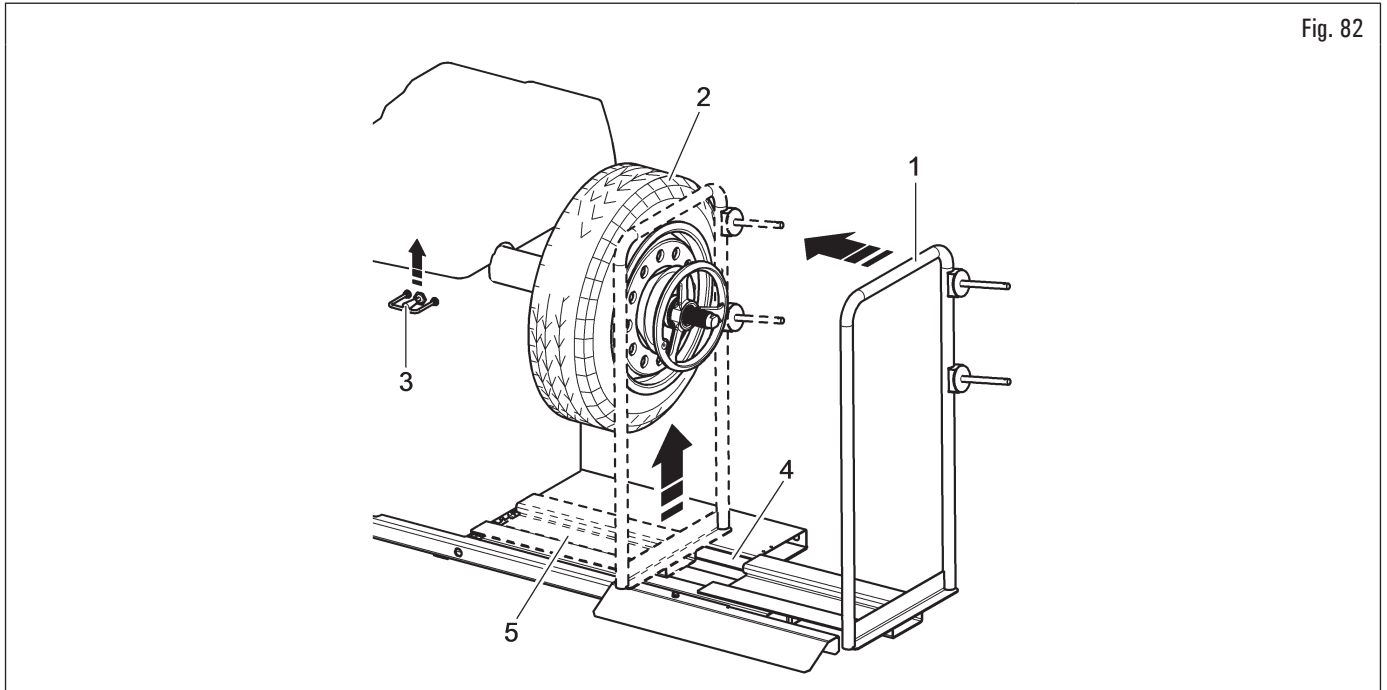

Fig. 82
1. Déplacer vers gauche le support roue (Fig. 82 réf. 1) et porter le plateau d'appui roue (Fig. 82 réf. 5) sous le pneu (Fig. 82 réf. 2) ;
2. soulever le commande de l'élévateur (Fig. 82 réf. 3) et ensuite faire monter la plate-forme (Fig. 82 réf. 4) jusqu'à ce que l'appui roue (Fig. 82 réf. 5) entre au contact avec le pneu (Fig. 82 réf. 2) ;